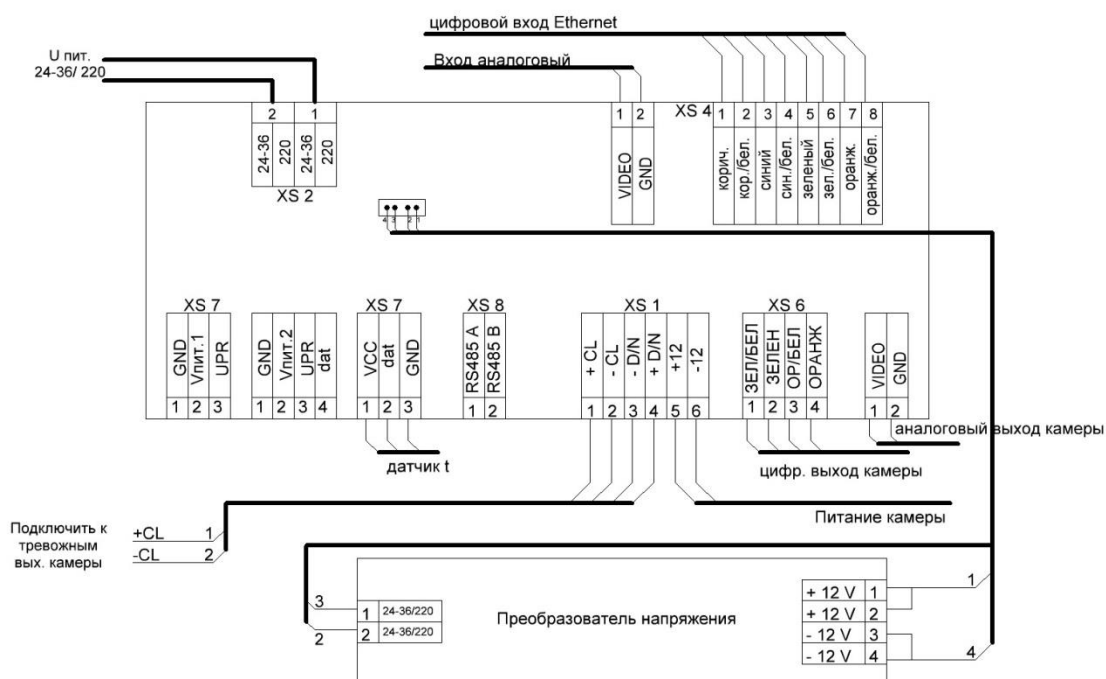

Рисунок 4.3 – Схема подключения термокожуха с напряжением питания 24–36 постоянного/переменного тока или 220 В переменного тока
5. Подключите видеоканеру к электронной плате согласно схеме подключения (Рисунок 4.3, **Ошибка! Источник ссылки не найден.**).
6. Через кабельные входы заведите питающий и сигнальный кабели, подключите к универсальной плате (Рисунок 4.3, **Ошибка! Источник ссылки не найден.**).